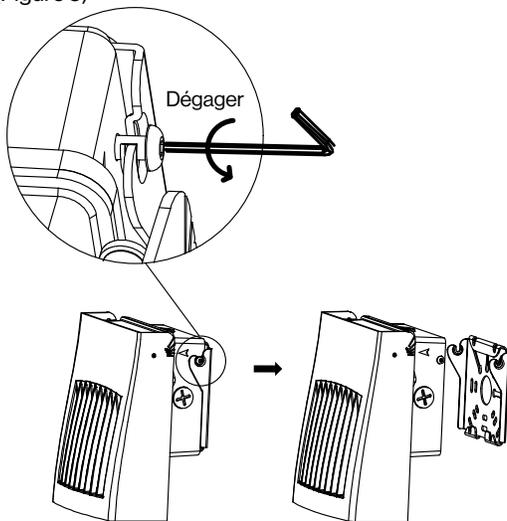

Figure 1
Les fils de contrôle 0-10V doivent être au minimum de 300V nominaux. Pour la gradation 0-10V, veuillez suivre la direction de câblage illustrée dans la Figure 1.
- Utiliser une clé hexagonale de 3/32 pour dégager la plaque de montage du luminaire en dévissant à moitié les 2 vis de retenue latérales, jusqu'à ce que la plaque de montage se détache. (Figure 1)